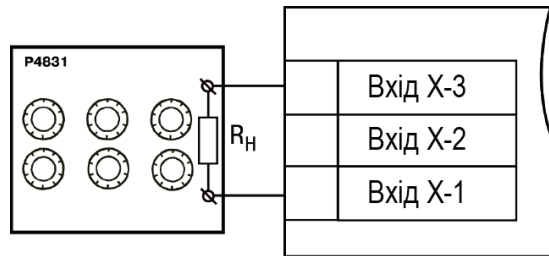

Рисунок 8.1 – Підключення магазину опорів
1. Підключити до входу пристрою магазин опорів типу P4831 або аналогічний йому з класом точності не нижче 0,05 за трипроводовою лінією (рисунок 8.1). Опори проводів у лінії мають бути рівними один одному і кожен не повинен перевищувати величину 15 Ом.